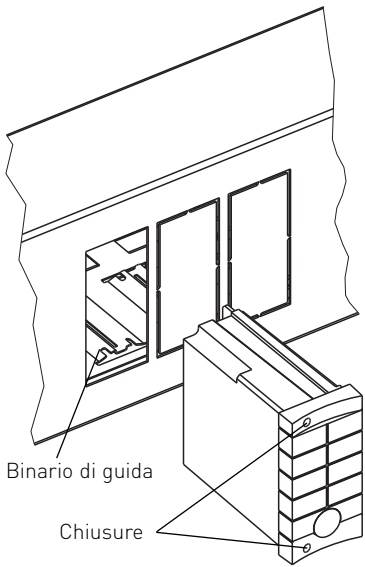

Fig. 25 Modulo funzionale
- spingere il modulo sul binario di guida dentro l'apertura – fig. 25.